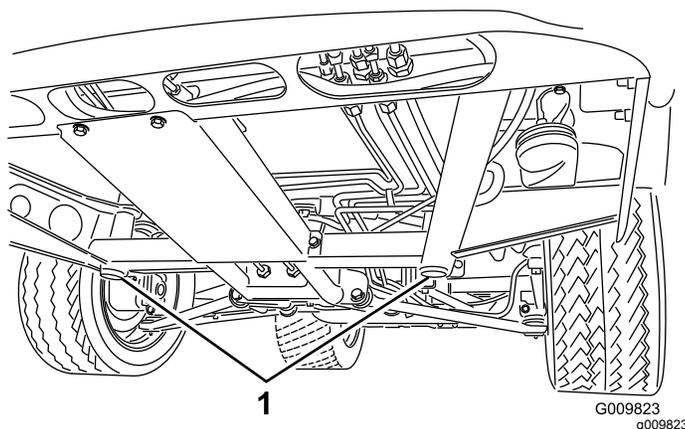
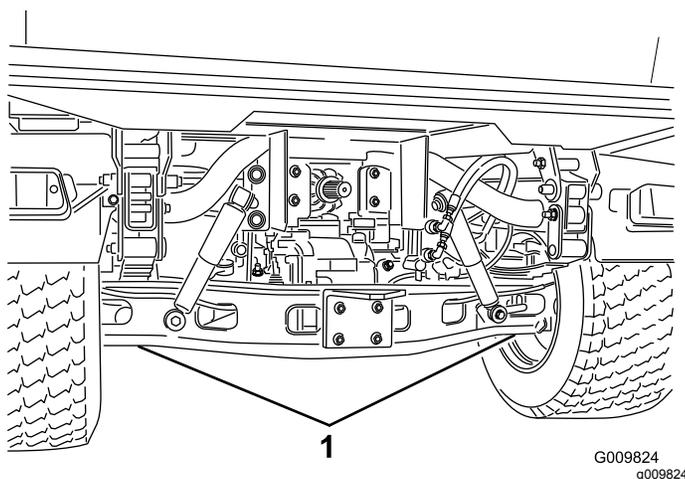

Рисунок 37
Рисунок 38
- Точка подъема на домкрате передней стороны автомобиля находится под передней средней рамной опорой (Рисунок 37), а сзади - под осью (Рисунок 38).